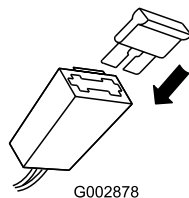

Bild 32
3. Wechseln Sie die Sicherung im Sicherungshalter aus (Bild 32).